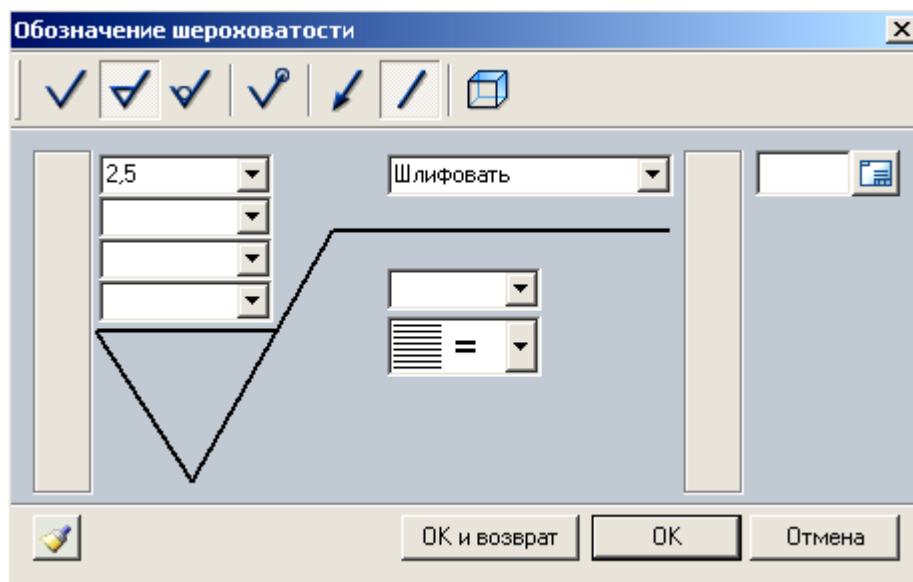

Рисунок 8.22
Диалоговое окно «Обозначение шероховатости» (см. Рисунок 8.22) разделено на секции, в которых указываются параметры обозначения шероховатости.
Здесь также указывается необходимость заключения знака в круглые или квадратные скобки (прямоугольные области справа и слева символа шероховатости см. Рисунок 8.22). Для этого подведите курсор в область расположения скобок и нажатием левой клавиши мыши выберите их вид.
3. Определить параметры обозначения в диалоговом окне (см. Рисунок 8.22).
2. Определить параметры обозначения в диалоговом окне (см. Рисунок 8.22).